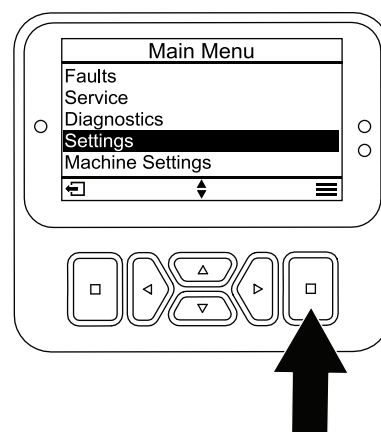

Figura 25
- Din MAIN MENU (Meniul Principal), derulai în jos la meniul SETTINGS (Setări) i apăsai butonul de selectare (Figura 25).